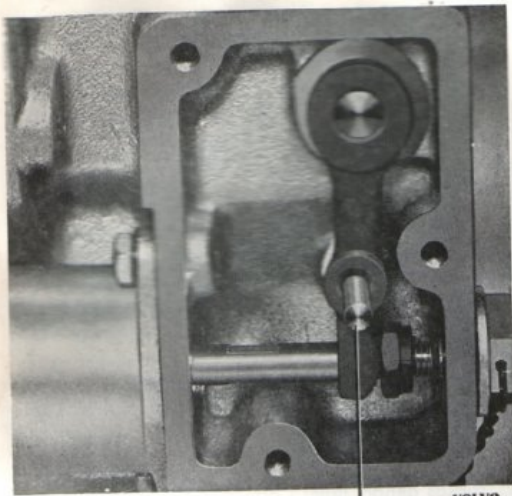

Bild 10. Inställning av manöverventil
2. Tag bort locket över manöverventilens arm. Koppla in överväxeln (motom stillastående, 4:e växeln inkopplad). Är manöverventilen rätt justerad skall en pinn med 4,75 mm (3/16") diameter kunna stickas genom hålet i armen och in i huset, se bild 10. Om inte, justera tills rätt läge på armen erhålles.